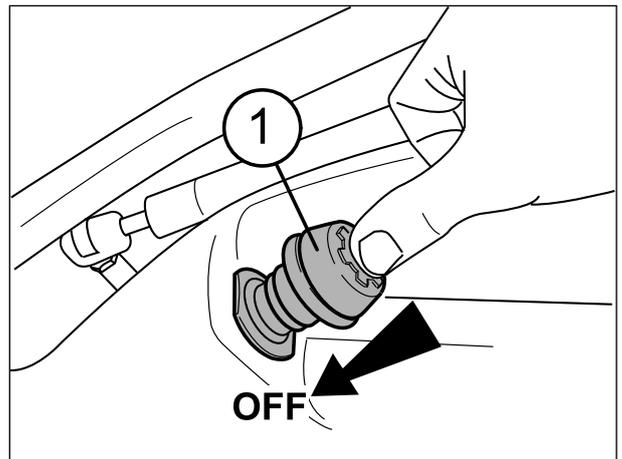
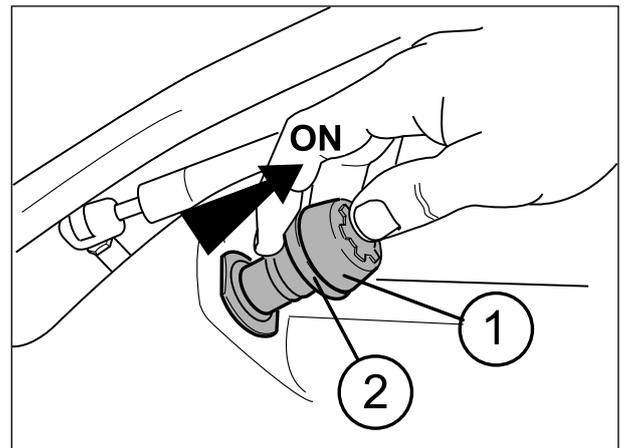

Abb. 5-13
Abb. 5-14
hebel (1 Abb.5-13 und Abb.5-14), der rechts vom Fahrer-
der Zapfwelle (1 Abb.5-13 und Abb.5-14) mit Motor bei
indem man den Sperring (2) (Abb.5-14) nach oben zieht.
ausgeschaltete Position OFF (Abb. 5-13) bringen.
- 3- Den Schalter zum Einschalten der Zapfwelle (A - Abb. 5-14) einlegen.
- 4- Das Einschalten und Ausschalten der Zapfwelle während der Arbeit erfolgt mit dem Schalthebel (1 - Abb.5-14).